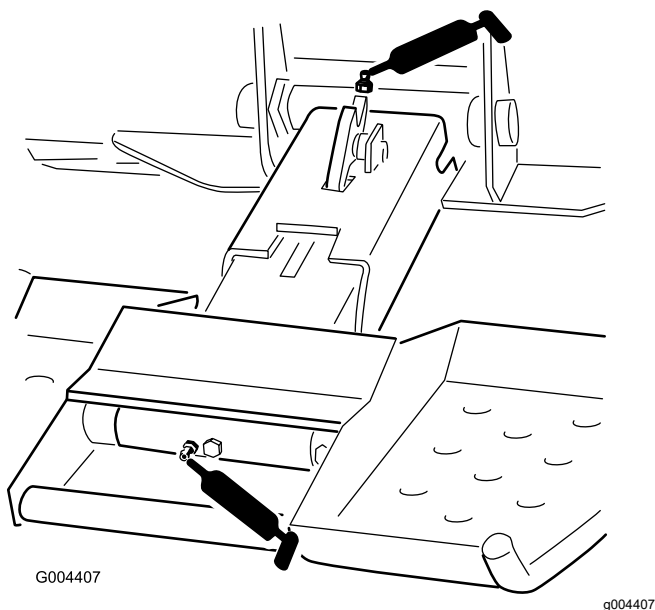

Figure 36
4. Raccordez une pompe à graisse à chaque graisseur (Figure 36).